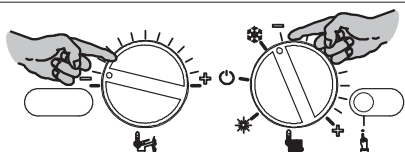
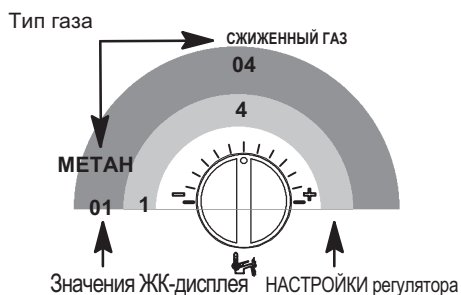
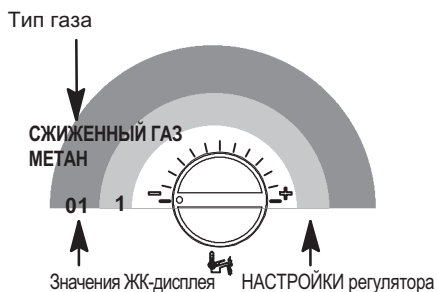

Рисунок 8.2
Рисунок 8.7
Рисунок 8.11
- Установите переключатель функций 4 и регулятор температуры горячего водоснабжения 3 так, как показано на следующем рисунке (см. Рисунок 8.2).
- Чтобы настроить тип газа, войдите в режим программирования, нажав и удерживая в течение 15 с кнопку сброса 5 (Рисунок 8.2), пока на ЖК-дисплее не появится параметр P01. На ЖК-дисплее последовательно отобразятся следующие символы (параметр P01 будет загораться поочередно с ---).
- Нажмите кнопку сброса 5 (Рисунок 8.2) и пролистайте параметры до P05, предназначенного для настройки типа газа. На ЖК-дисплее последовательно отобразятся следующие символы (параметр P05 будет загораться поочередно с 01).
Пример: если котел будет питаться сжиженным газом (G30-G31), но настроен на питание метаном (G20), установите регулятор 3 (Рисунок 8.2) так, как показано на следующем рисунке (Рисунок 8.7).
- Нажмите кнопку сброса 5 (Рисунок 8.2) и пролистайте параметры до P06, предназначенного для настройки типа газа (второго уровня). На ЖК-дисплее последовательно отобразятся следующие символы (параметр P06 будет загораться поочередно с 01).
снабжения 3 (Рисунок 8.2) и установите его в выбранное положение (см. также Рисунок 8.11).